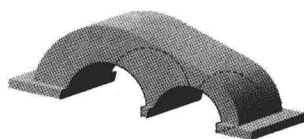
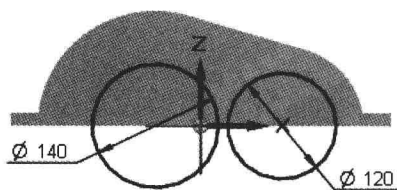

图 1.6 除料特征 1
图 1.7 截面草图
Step4. 创建图 1.6 所示的除料特征 1。在 **实体** 区域中单击 按钮，选取前视图 (XZ) 平面作为草图平面，绘制图 1.7 所示的截面草图；绘制完成后，单击 按钮，选择命令条中的“全部穿透”按钮 ，调整除料方向为两侧除料，单击 **完成** 按钮，单击 **取消** 按钮，完成除料特征 1 的创建。